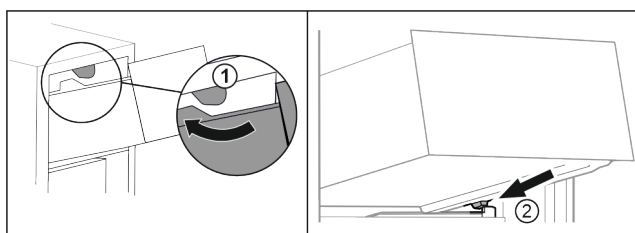

Fig. 133
- Schubfach um die oberen Stopper herumführen. Fig. 133 (1)
- Schubfach schräg hinter den unteren Stopper auf Behälterrippe aufsetzen. Fig. 133 (2)